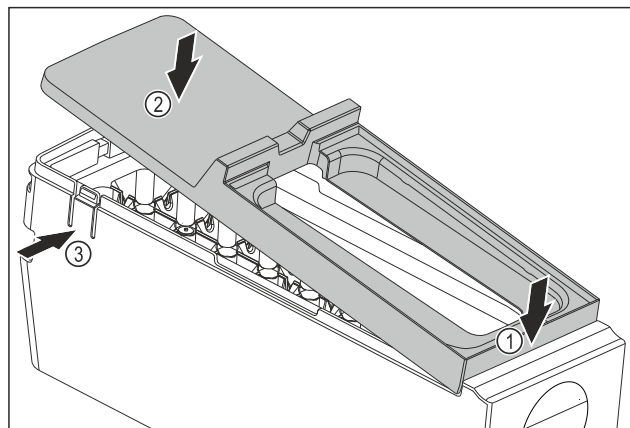

Fig. 77
- ▶ Montirajte pokrov glavnega dela EasyTwist-Ice: Pokrov spredaj namestite. Fig. 77 (1)
- ▶ Pokrov zadaj spustite. Fig. 77 (2)
- ▷ Pokrov se slišno zaskoči v obe sponi Fig. 77 (3).